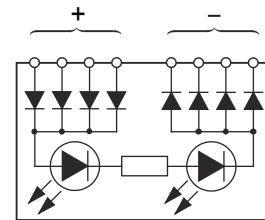

Fig. 6
4. Connect alarm indicator in accordance with connection diagram (Fig. 6).
3. Connect alarm indicator in accordance with connection diagram (Fig. 6).
4. Schließen Sie den Alarmindikator gemäß Anschlussschema (Fig. 6) an.